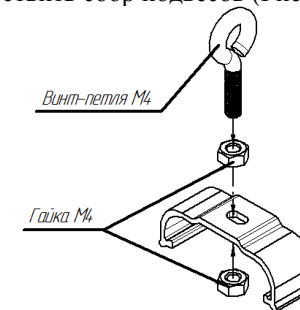

Рис. 4
1) Осуществить сбор подвесов (Рис. 4).